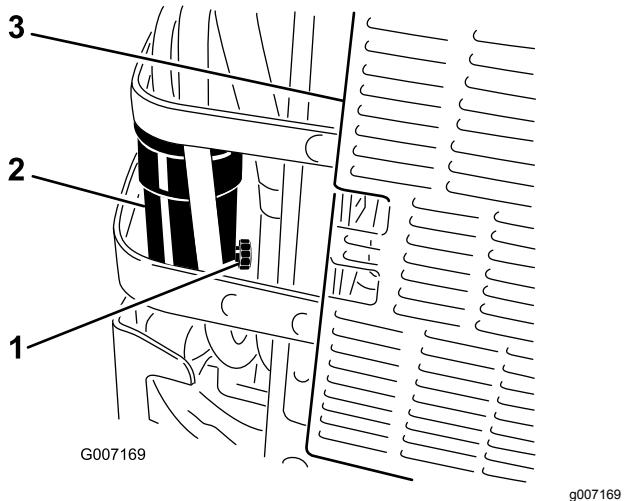

Figure 55
3. Placez un bac de vidange sous le séparateur d'eau (Figure 55).
4. Desserrez le robinet de vidange du séparateur d'eau d'un tour environ pour vidanger l'eau et autres contaminants (Figure 55).
5. Fermez le robinet de vidange lorsque le carburant diesel commence à sortir (Figure 55).